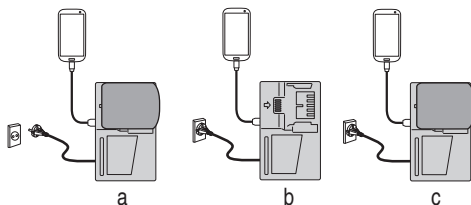

Fig. 11
- Carga de un dispositivo USB mediante batería (Fig. 11-a)
- Cargar un dispositivo USB desde una toma de corriente eléctrica (Fig. 11-b)
- Cargar un dispositivo USB y su batería desde una toma de corriente eléctrica (Fig. 11-c)